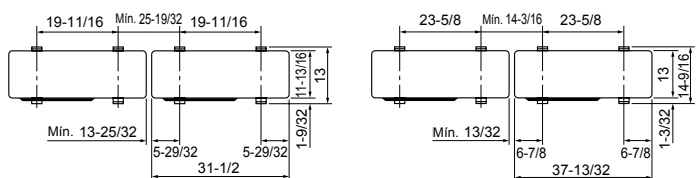

Fig. 3-1
- Cerciérese de instalar la unidad en una superficie robusta y nivelada para evitar los ruidos de traqueteo durante la operación. (Fig. 3-1)